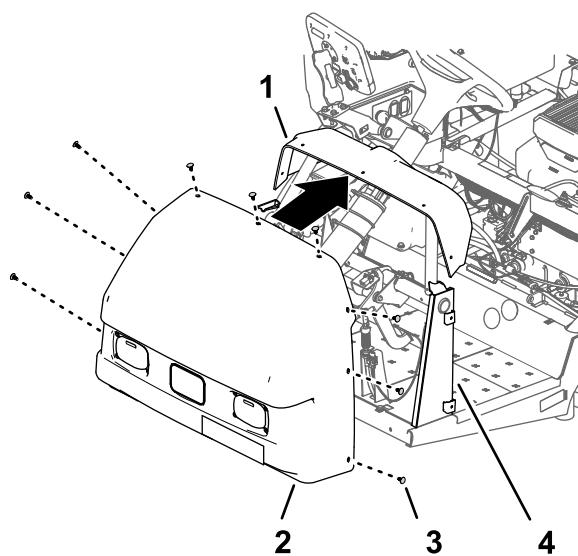

Bild 213
2. Befestigen Sie die Motorhaube mit neun Eindrückbefestigungen am Armaturenbrett und Rahmen (Bild 213).
1. Fluchten Sie die Löcher in der Motorhaube mit den Löchern im Armaturenbrett und Rahmen der Maschine aus (Bild 213).